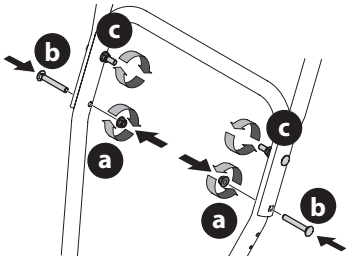
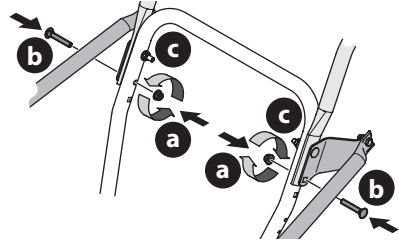

Figura 5
Figura 6
6. Coloque los dos pernos del carro (b) y las tuercas (a) que extrajo en el Paso 2. Termine de sujetar la manija, para lo que debe ajustar las dos tuercas superiores (c) que aflojó en el Paso 2. Vea en la Figura 5 o Figura 6 los modelos con soportes laterales.